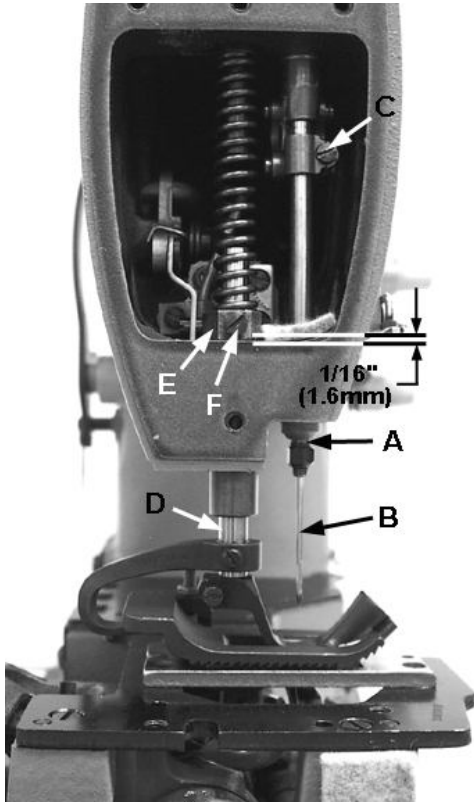

Fig. 8
Height of needle bar (A, Fig. 8 / 8A) is correct when the top of the needles eye is even with the lower edge of the looper and the point of the looper is behind the needle and by 0,5 mm ($\pm 0,1$ mm) left of the needle. Adjustment can be made by loosening screw (C, Fig. 8), moving needle bar (A) up or down as required, and retightening screw.
Die Höhe der Nadelstange (A, Fig.8 / 8A) ist richtig, wenn die Oberkante des Nadelöhrs mit der Unterkante des Greifers eine Linie bildet und die Spitze des Greifers hinter der Nadel und 0,5 mm ($\pm 0,1$ mm) links von der Nadel steht. Zur Einstellung lösen Sie die Schraube (C, Fig. 8) und schieben die Nadelstange (A) entsprechend nach oben oder unten, ziehen Sie die Schraube wieder an.